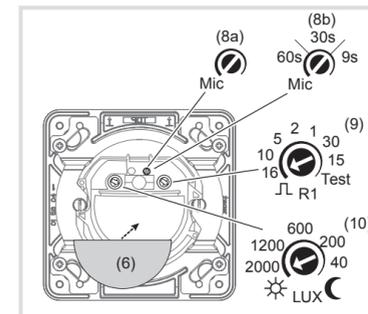

Bild 13: Einstellelemente
- Potenziometer Nachlaufzeit R1 (Bild 13, 9) auf Position Test einstellen.
- Potenziometer Ansprechhelligkeit (Bild 13 (10)) in die gewünschte Position drehen.
- Potenziometer Nachlaufzeit R1 (Bild 13 (9)) in die gewünschte Position drehen.
Die Geräuscherfassung ist in Werkseinstellung deaktiviert. Die Geräuscherfassung kann über das Potentiometer Geräuschempfindlichkeit Mic (Bild 13 (8a)) aktiviert und eingestellt werden.